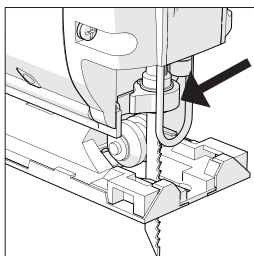

Abb. 1
1. MONTIEREN ODER DEMONTIEREN EINES SÄGEBLATTS (Abb. 1)
- Den Schließring des Futters nach vorne drehen und das Stichsägeblatt vollständig in das Futter schieben. Sicherstellen, dass der T-Bügel des Bajonettverschlusses vollständig im Futter eingerastet ist. **(Abb. 1)**